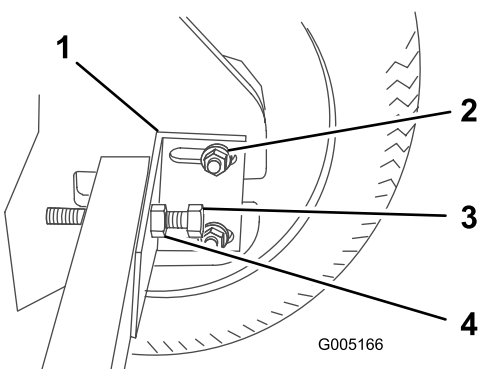

Figura 34
3. Afloje las tuercas que sujetan el soporte de retención del eje (Figura 34).
4. Afloje la tuerca del perno tensor de la cadena y afloje el perno (Figura 34).
7. Apriete el soporte de retención del eje contra el eje y el bastidor, luego apriete la tuerca del perno para sujetarlo (Figura 34) ; apriete la tuerca a 30 pies-libra (40.7 N m).